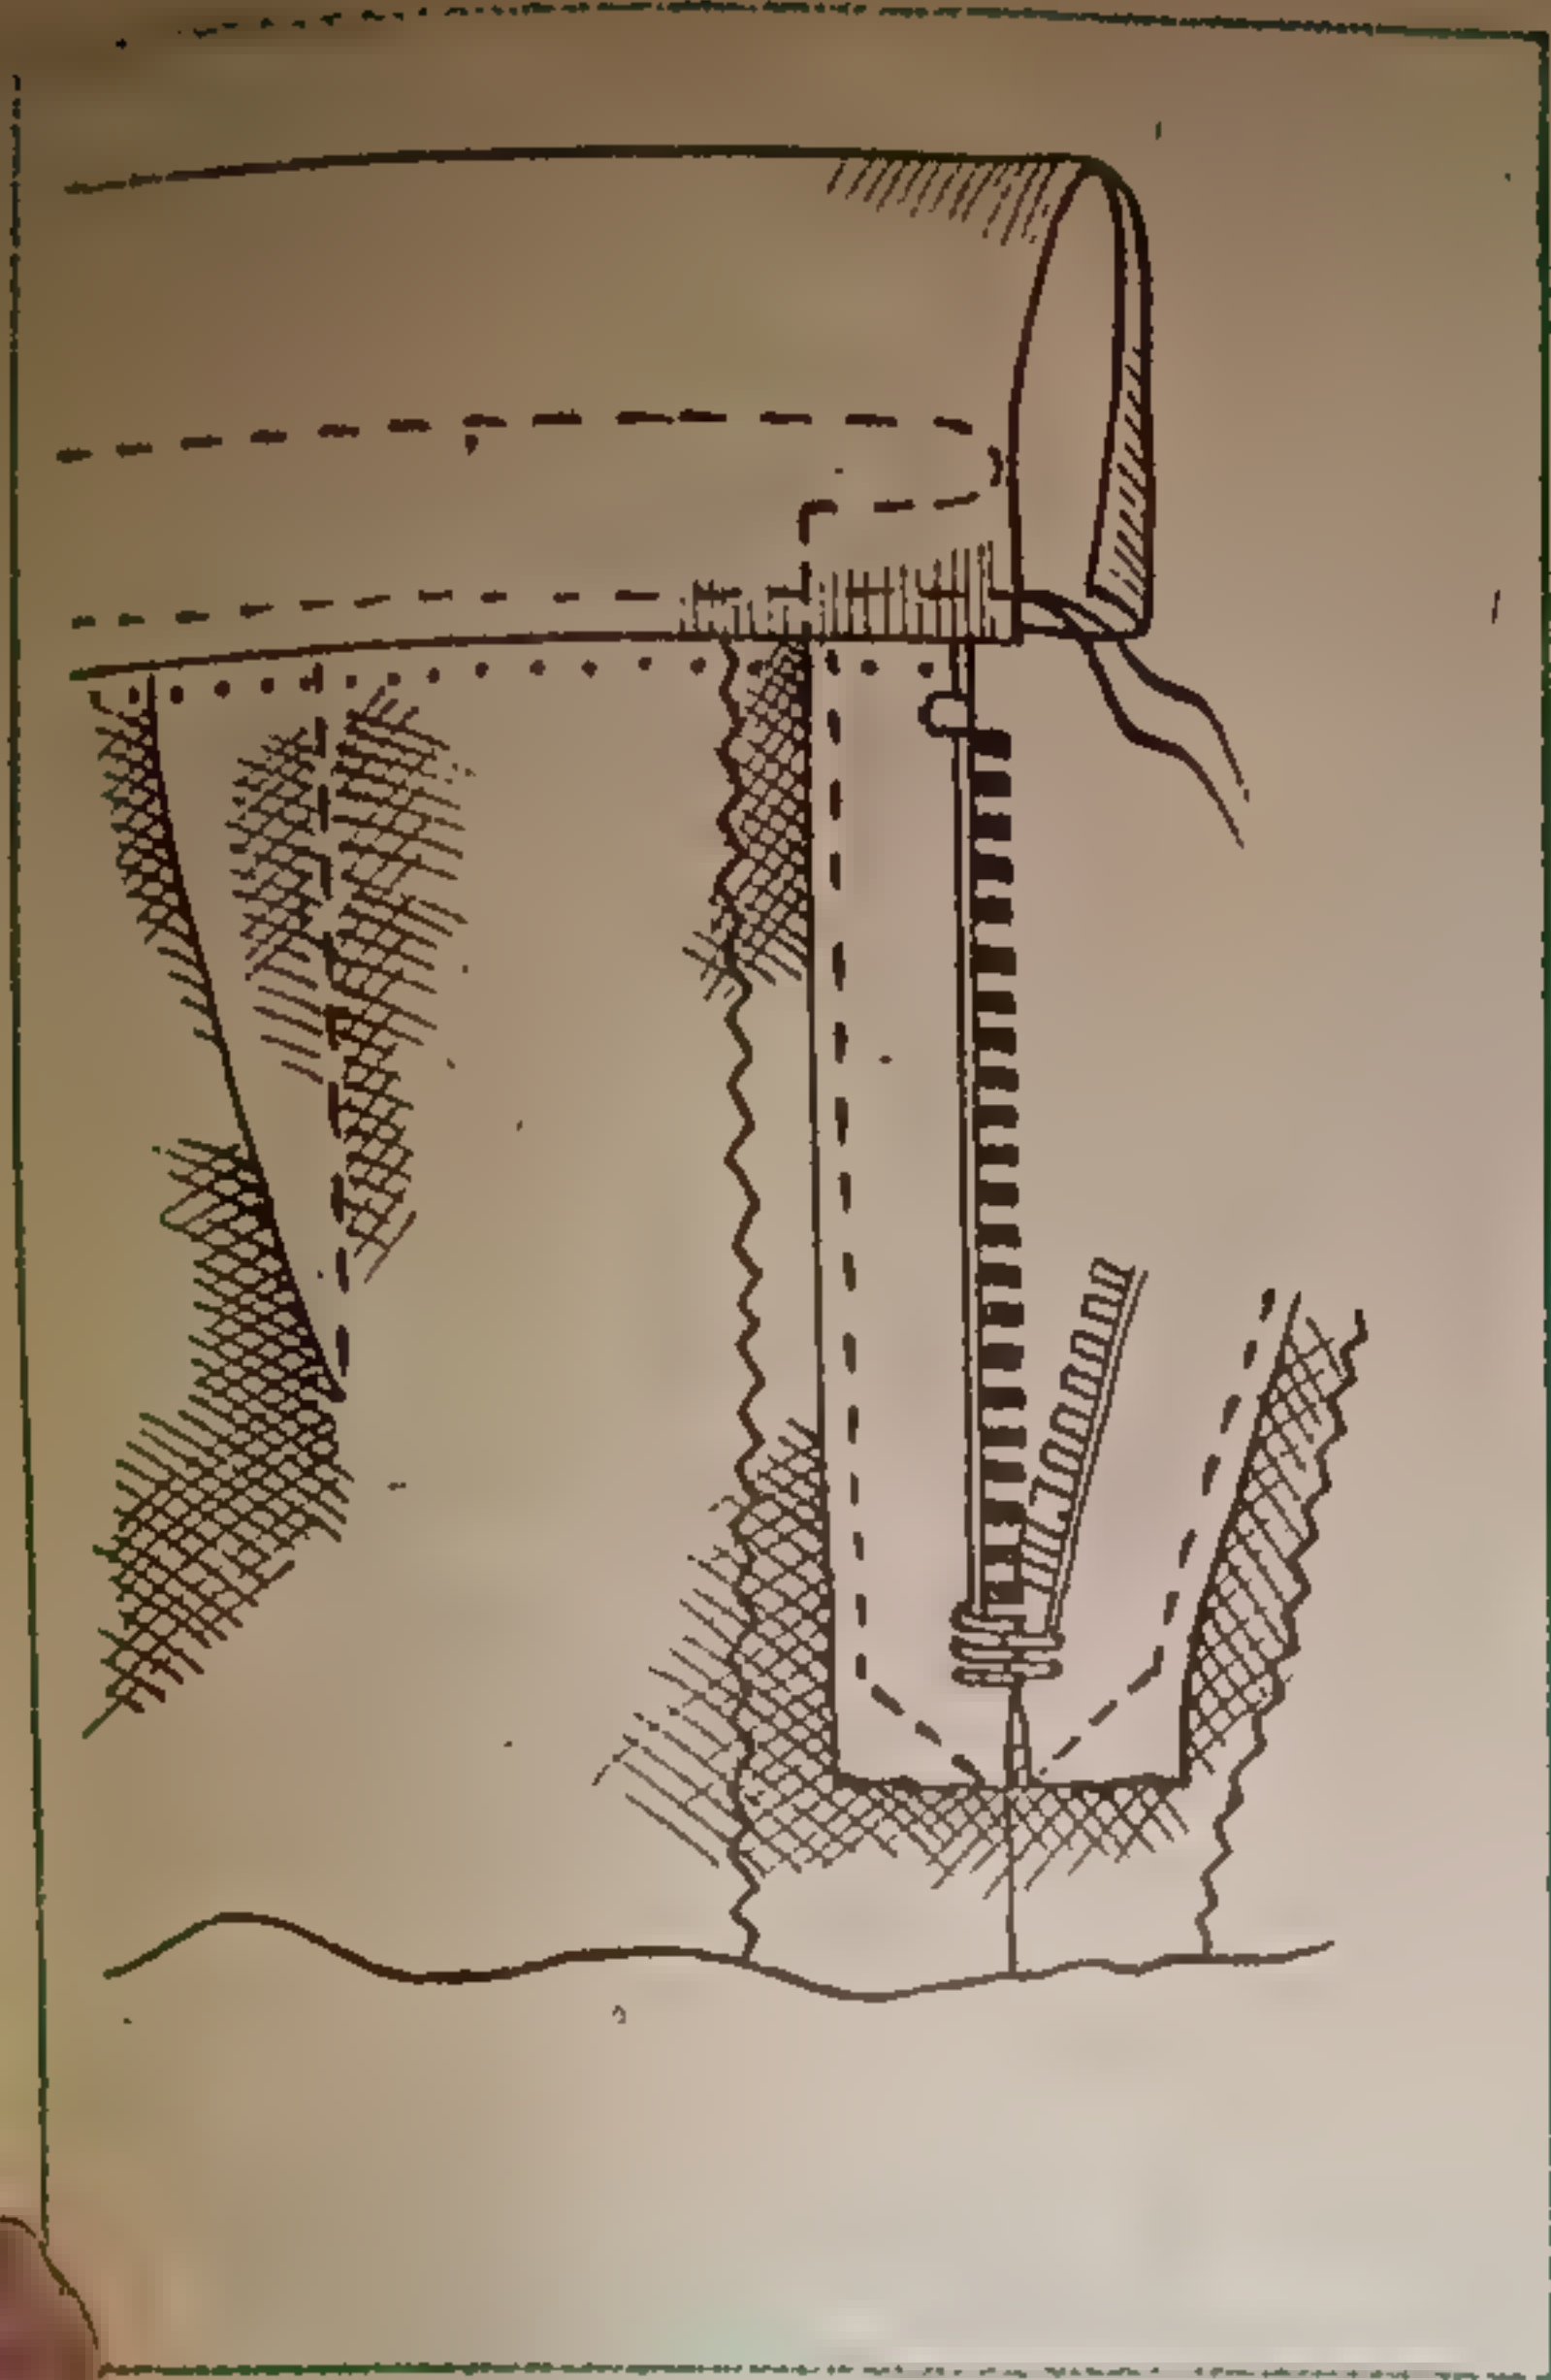

Рис. 81.
3. более широкую сторону ленты изнаночной стороной наложить к контрольным линиям верхнего края с изнаночной стороны юбки, приколоть корсажную ленту булавками и приметать (рис. 81);